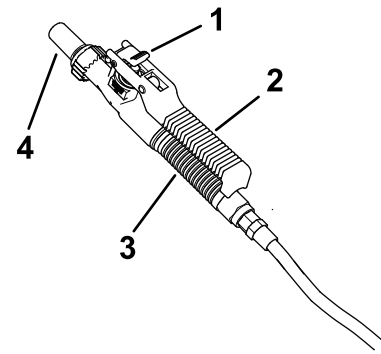

Figura 48
- Apriete el gatillo contra la empuñadura de la lanza de fumigación para empezar a fumigar; bloquee el gatillo en esa posición si lo desea (Figura 48).
- Cuando termine de fumigar, si bloqueó el gatillo de la lanza de fumigación, desbloquéelo y suelte el gatillo (Figura 48)